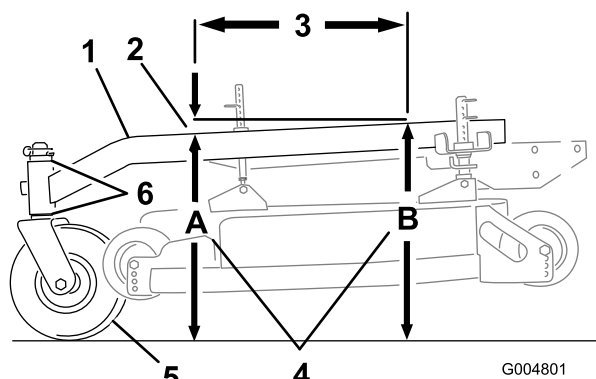

Figura 56
Il telaio portante deve avere un'inclinazione da 3 a 9 mm per la lunghezza di 61 cm sul telaio portante (Figura 56).
1. Misurate la sporgenza di 61 cm sul telaio portante (Figura 56).
2. Misurate l'altezza del telaio portante al punto **A** (Figura 56).
3. Misurate l'altezza del telaio portante al punto **B** (Figura 56).
4. L'altezza al punto **A** deve essere di 3-10 mm inferiore rispetto al punto **B** (Figura 56).
5. Se il telaio portante non è inclinato correttamente, spostate i distanziali delle ruote orientabili in modo da ottenere un angolo di inclinazione di 3-10 mm (Figura 56).